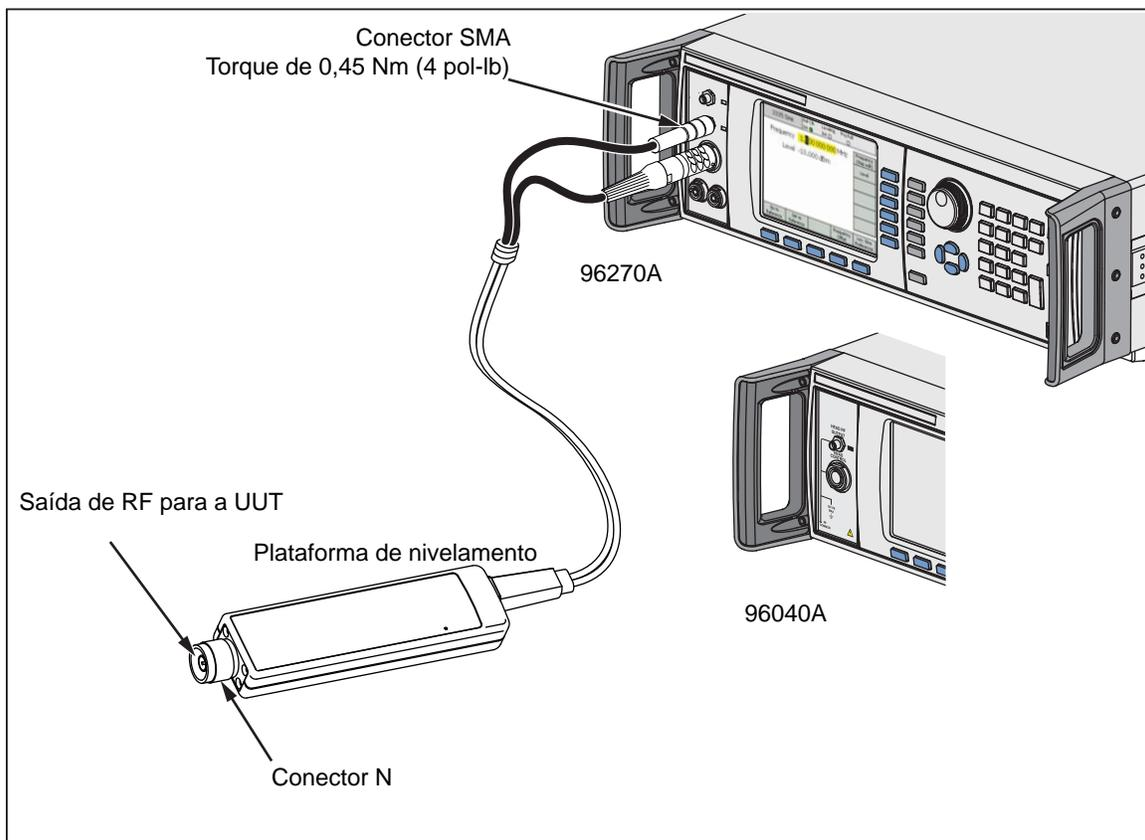

Figura 3-24. Conectar a Plataforma de nivelamento
2. Veja a Figura 3-24 e conecte o conector de múltiplas vias ao conector de Controle da plataforma de nivelamento no Instrumento. Pressione com firmeza no conector de múltiplas vias até travar.
3. Veja a Figura 3-24 e conecte o conector SMA ao conector de Saída de RF da plataforma no Instrumento.